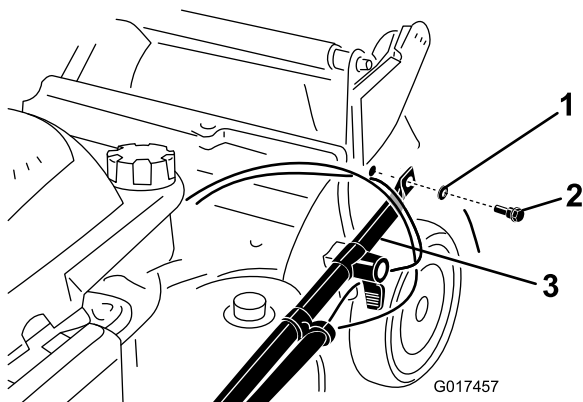

Figure 3
2. Fixez les extrémités du guidon au carter de la machine avec 2 rondelles et 2 boulons (Figure 3), **mais ne serrez pas les boulons.**
**Important:** Acheminez les câbles à l'extérieur du guidon (Figure 3).